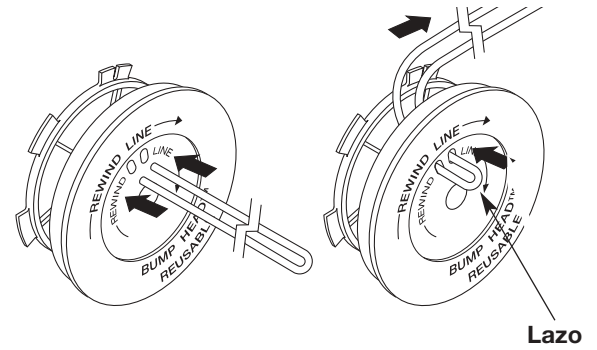

Fig. 16
- Tome aproximadamente 20 pies (6.1 m) de nueva línea de corte, enlázela en dos longitudes iguales. Inserte cada extremo de la línea a través de uno de los dos orificios del carrete interior (Fig. 16). Pase la línea a través del carrete interior de modo que el lazo sea lo más pequeño posible.
1. Sostenga la bobina exterior con una mano y desenrosque el botón de tope en **sentido antihorario** (Fig. 16). Inspeccione el perno dentro del Bump Knob para verificar que se mueva con libertad. Cambie el botón de tope si está dañado.